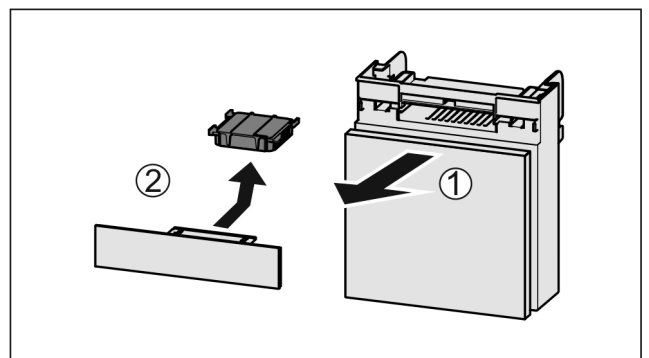

Fig. 99
- ▶ Издърпайте Fig. 99 (1) напред отделението.
- ▶ Извадете Fig. 99 (2) филтъра с активен въглен.